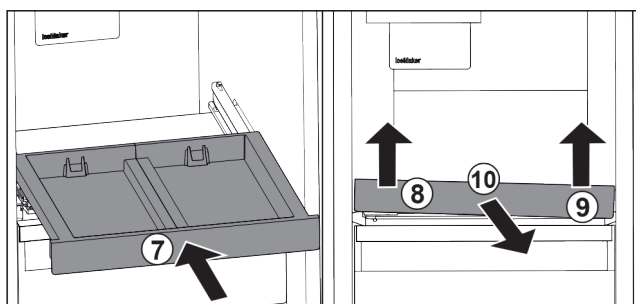

Fig. 101
- ▶ Tolja be a kihúzható rácsot. Fig. 101 (7)
- ▶ Emelje meg a kihúzható rács elejét baloldalt. Fig. 101 (8)
- ▶ Emelje meg a kihúzható rács elejét jobboldalt. Fig. 101 (9)
- ▶ Vegye ki a kihúzható rácsot előre felé. Fig. 101 (10)